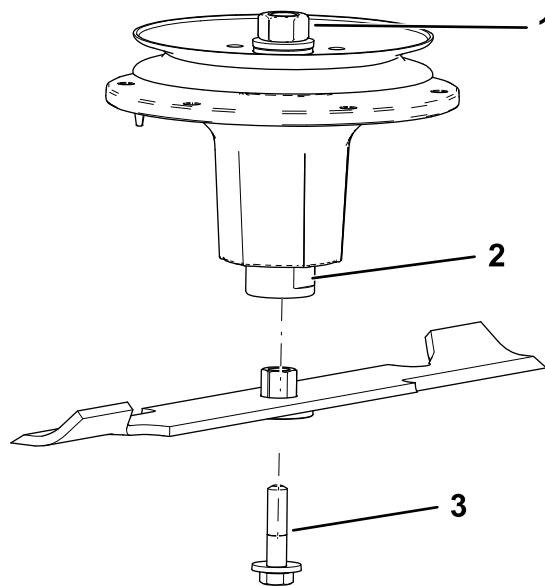

Figura 111
- Instale el conjunto de casquillo/cuchilla en el eje (Figura 111).